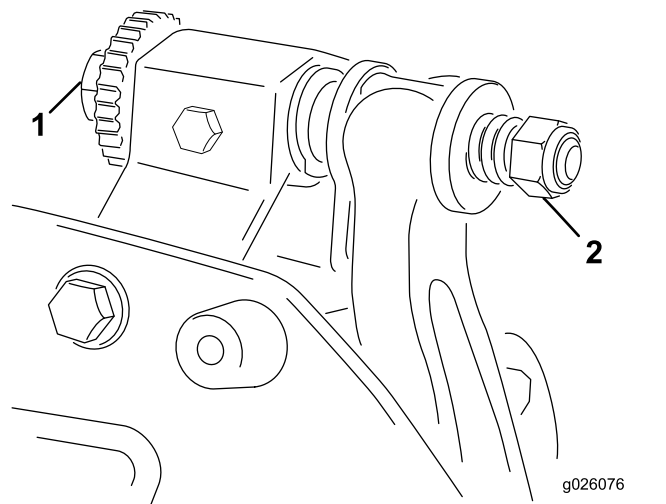

図4
- A. ベッドバー調節ねじ(図4)を1クリックずつ均等に締めながら、ごく軽い接触が得られるようにする。